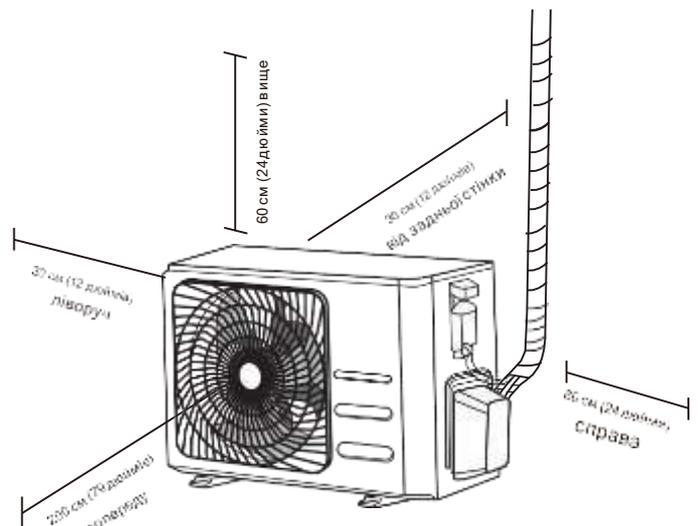

Рис. 4.1
- ✓ -Відповідає всім просторовим вимогам, наведеним у Вимогах до простору для встановлення (Рис. 4.1)